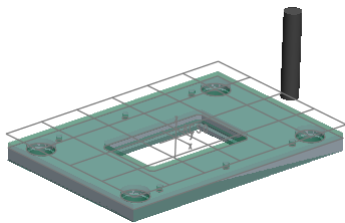

图 3.4.10 预览刀具
Step2. 在“表面铣削”操控板的 **无刀具** 下拉列表中选择 **01 : T0001** 选项，单击 **预览** 按钮预览刀具模型，结果如图 3.4.10 所示，然后再次单击 **关闭** 按钮关闭刀具预览。